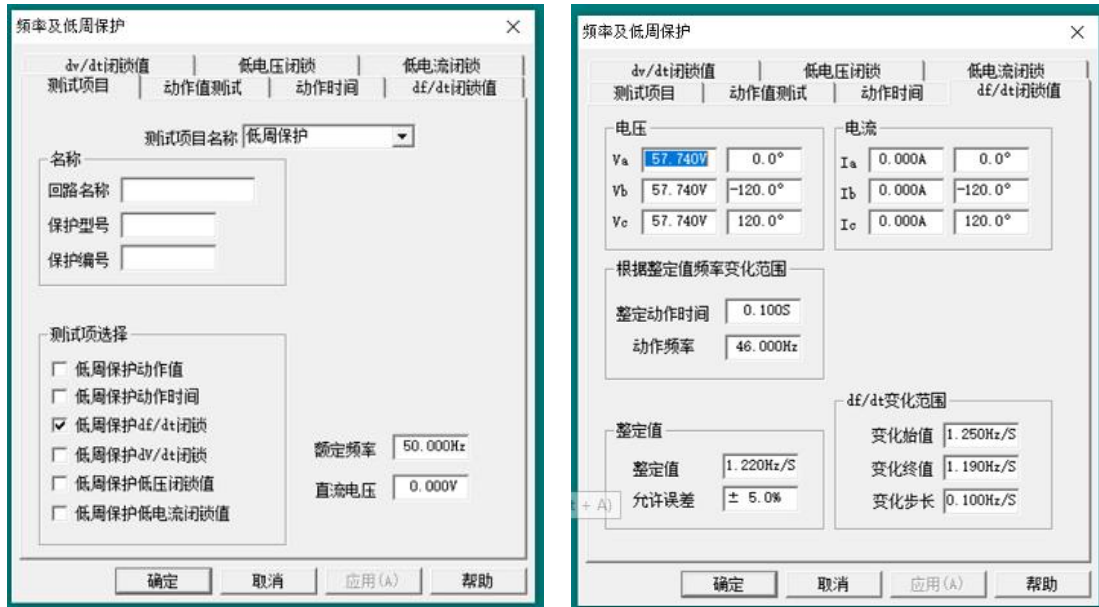

图 11.14 频率突变参数设置
X1.17-X1.18、X1.19-X1.20、X1.21-X1.22 上施加 57.74V 电压，按照图 11.14 设置频率变化率参数，装置经延时保护跳闸。
3) 在交流输入端子 X1.7-X1.8、X1.9-X1.10、X1.11-X1.12 施加 1A 电流信号，然后在端子 X1.17-X1.18、X1.19-X1.20、X1.21-X1.22 上施加 57.74V 电压，按照图 11.14 设置频率变化率参数，装置经延时保护跳闸。